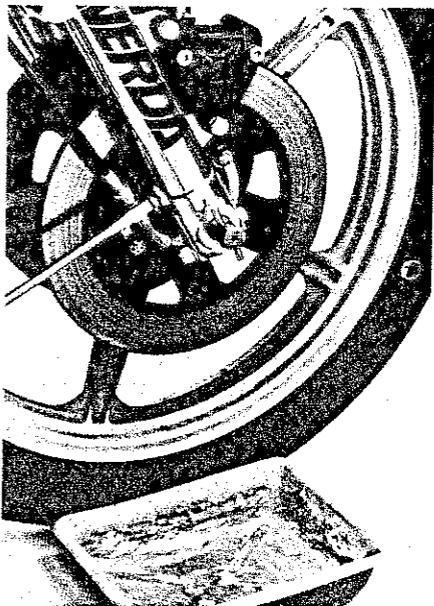

Fig. 207
- 2) Svitare la vite posta all'estremità inferiore di ogni scorrevole e lasciare scolare bene l'olio in una vaschetta posta a terra. Fare attenzione a non imbrattare i dischi freno (Fig. 207).
- 2) Unscrew the drain plugs at the bottom of each fork leg and thoroughly drain out the oil. The fork oil should not be allowed to contact the brake disc during this operation (Fig. 207)!